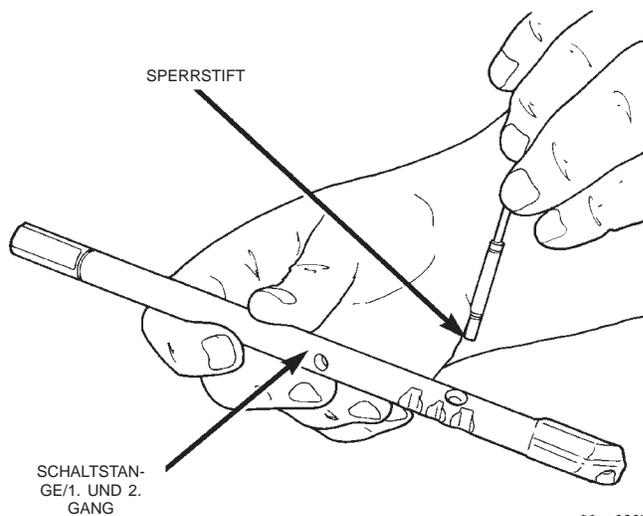

Abb. 73 Sperrstift aus der Schaltstange/1. und 2. Gang ausbauen
- (31) Die Schaltstange für den ersten und zweiten Gang aus der Zwischenplatte ausbauen.
- (32) Den Sperrstift aus der Schaltstange für den ersten und zweiten Gang ausbauen (Abb. 73).